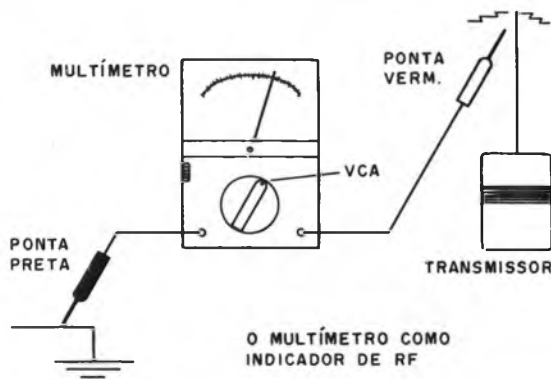

Figura 2
Se ligarmos o multímetro na escala mais baixa de tensão alternante (VCA), o diodo que existe no seu circuito interno funciona como detector. Deste modo, a aproximação da ponta de prova do circuito oscilador, conforme mostra a figura 2, permite acusar a presença de rádio frequência (RF).